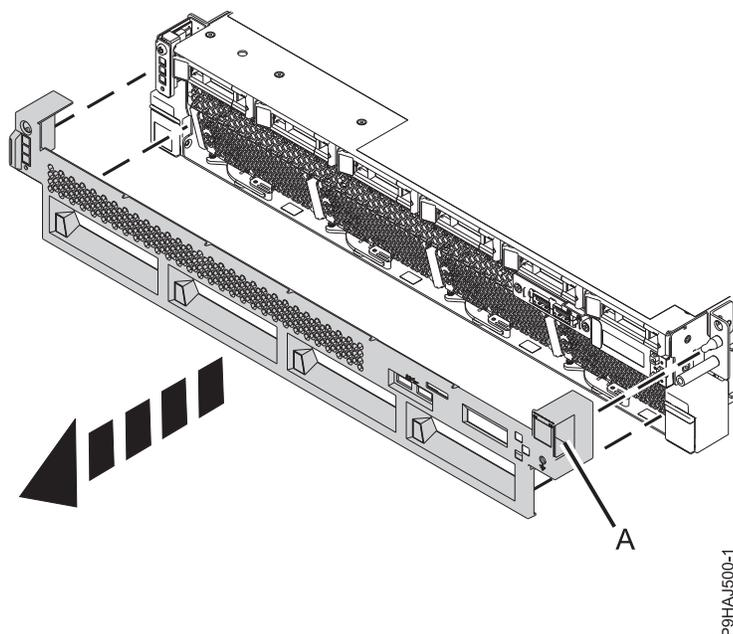

Figura 37. Removendo as tampas frontais
2. Remova a tampa frontal puxando-a para fora do sistema. A tampa possui indentações (A) pelas quais é possível segurá-la mais facilmente. Consulte o Figura 37.